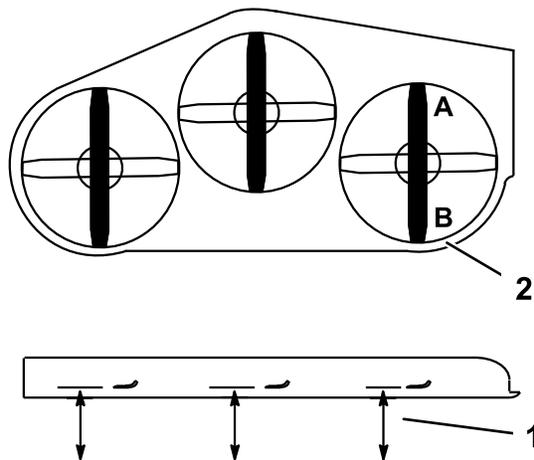

Figura 106
- Disponete la lama **destra** in posizione longitudinale rispetto alla macchina (Figura 106).
- Misurate la lama destra al punto **A** da una superficie piana fino al tagliente della punta della lama (Figura 106).
- Misurate la lama destra al punto **B** da una superficie piana fino al tagliente della punta della lama (Figura 106).
- La lama del tosaerba deve essere da 6 a 10 mm più bassa al punto **A** rispetto al punto **B** (Figura 106). In caso contrario eseguite la seguente operazione.